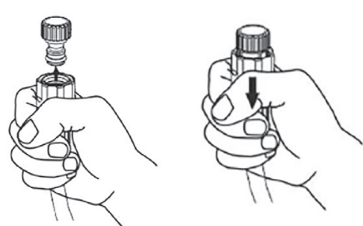

Fig. 7
- Forbind vandslangen med vand-ind og vand-ud som vist på fig. 7.